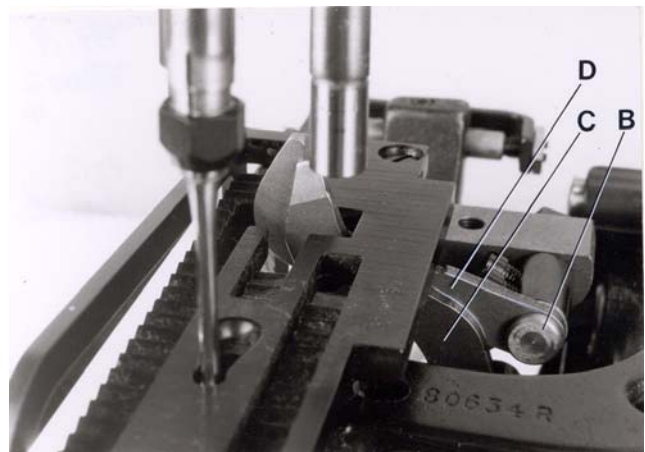

Fig. 19
The knives of the chain cutter can be resharpened as long as the cutting edges will overlap approx. 0.3 mm (.012") and the knife pilot (D, Fig. 19) clears on the bottom surface of the throat plate when in cutting position. The knife pilot (D) should not contact the bottom surface of the throat plate, because the stroke of the chain cutter must be limited on styles 80800R and S by the core of the solenoid (C, Fig. 16) striking against the solenoid (D, Fig. 16) and on styles 80800RL and SL by the clamp (A, Fig. 17) striking against the hexagon head stop screw (B, Fig. 17). The knife pilot (C, Fig. 19) and head of stud (B, Fig. 19) should not contact, when in cutting position.
Die Kettenscheren-Messer können nur so oft nachgeschliffen werden, solange sich die Schneiden etwa 0,3 mm überlappen und der Messerschlenkel (D, Fig. 19), in Schneidstellung, an der Stichplattenunterkante freigeht. Der Messerschlenkel (D) darf die Unterseite der Stichplatte nicht berühren, da die Hubbegrenzung der Kettenschere bei den Maschinen 80800R und S durch den am äußeren Magnetteil (D, Fig. 16) anschlagenden Magnetkern (C, Fig. 16) und bei den Maschinen 80800RL und SL durch das an der Sechskant-Anschlagschraube (B, Fig. 17) anschlagende Klemmstück (A, Fig. 17) erfolgen muß. In Schneidstellung dürfen sich der Messerschlenkel (C, Fig. 19) und der Kopf des Bolzens (B, Fig. 19) nicht berühren.